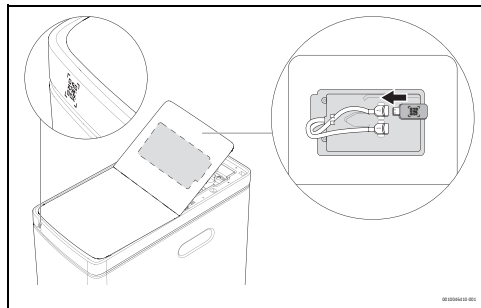

Bild 30 Position des QR-Codes
1. In der App HomeCom Easy den QR-Code des Produkts scannen. Zur Position → Abb. 30.